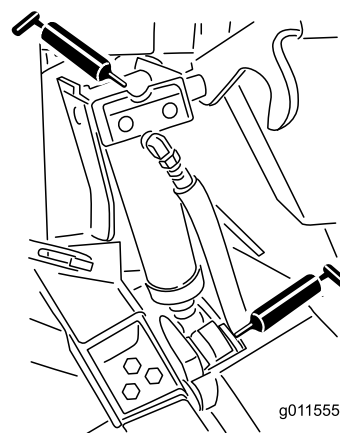

Figura 85
- Casquillos de los cilindros de elevación (4) (Figura 85)